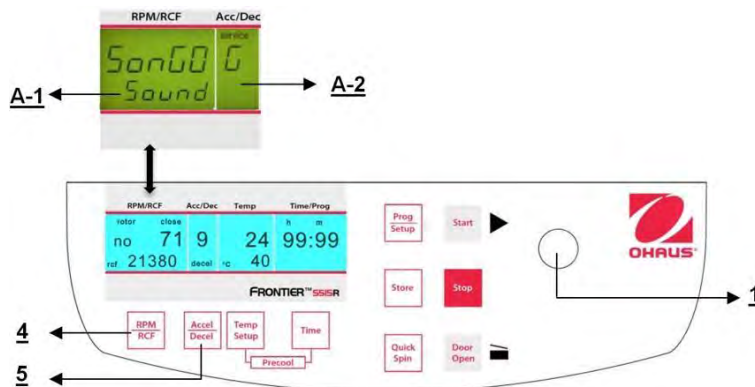

Figure. 34
Poursuivre conformément à la description du paragraphe 4.1. 1 pour entrer dans ce mode de programme et appuyer ensuite sur la touche "**Accel/Decel**" (5). Sur l'affichage "**Acc/Dec**" (A-2), le mot "**Service**" clignote. Sélectionner maintenant la lettre "**G**" avec le bouton de réglage (1). Ceci entraîne l'apparition des mots "**SonGo/Sound**" sur l'affichage "**RPM | RCF**" (A-1). Après avoir appuyé sur la touche "**RPM | RCF**" (4), il est possible de sélectionner une sonorité avec le bouton de réglage (1). (voir la figure 34)